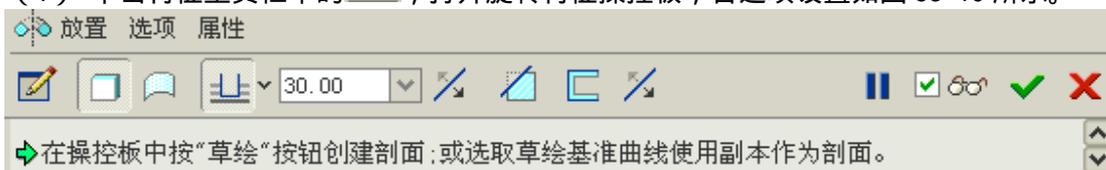

图 53-10
(1) 单击特征工具栏中的 ，打开旋转特征操控板，各选项设置如图 53-10 所示。